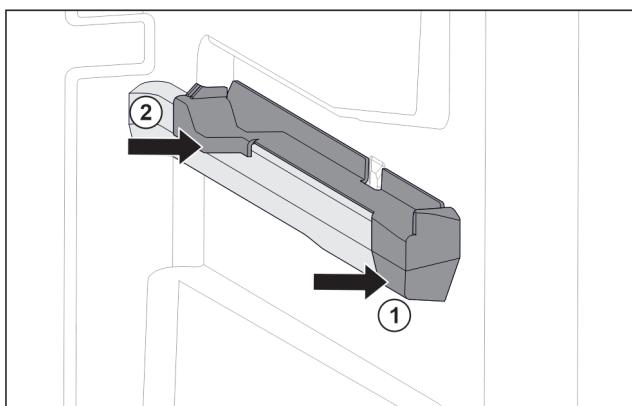

Fig. 119 Наставка върху дясното ребро на съда
- Поставете наставката отпред към реброто на съда. Fig. 119 (1)
- Притиснете наставката отзад. Fig. 119 (2)